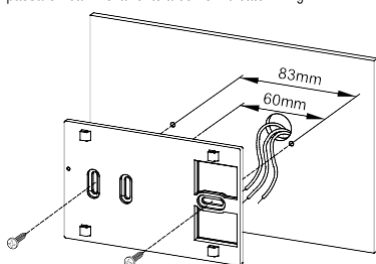
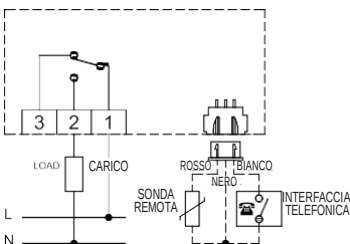

Fig. 2
Fig. 3
- 2 Fissare la piastra direttamente sulla parete o su scatole di derivazione da 2 o 3 moduli tramite le due sedi per viti con interasse 60 mm oppure 85mm facendo attenzione a far passare i cavi nella feritoia come indicato in Fig. 2.
- 3 Eseguire i collegamenti elettrici facendo passare i fili tramite l'apertura rettangolare della piastra a muro (Fig. 2), seguendo lo schema di collegamento di Fig. 3.